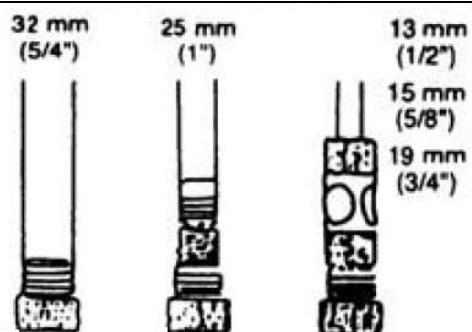

Fig. 2
### 4.2- Collegamento del tubo di scarico (Fig.2&3)
2. Inserite il tubo di scarico sulla parte del raccordo corrispondente al diametro interno del tubo (Fig.2).